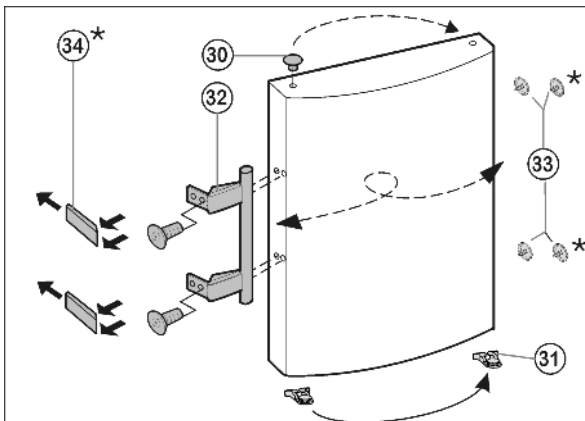

Fig. 8
- ▶ Enlever le bouchon Fig. 8 (30) du coussinet de la porte et le permuter de l'autre côté.
- ▶ Démonter la poignée de porte Fig. 8 (32), les bouchons Fig. 8 (33) et les plaques d'appui\* Fig. 8 (34) et les permuter sur le côté opposé.